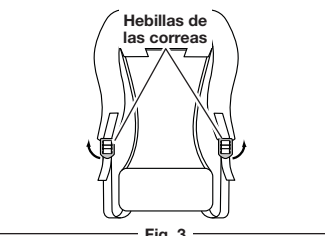

Fig. 3
- Enderece las lengüetas de la parte de abajo de las hebillas de las correas para soltarlas (Fig. 3).